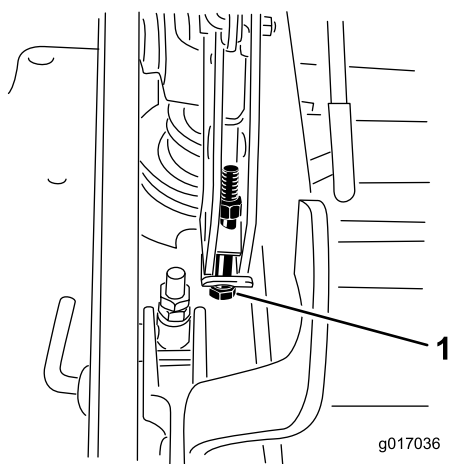

Figura 117
12. Se a plataforma estiver demasiado baixa, aperte o parafuso de ponto único de ajuste rodando-o no sentido dos ponteiros do relógio. Se a plataforma estiver demasiado alta, desaperte o parafuso de ponto único de ajuste rodando-o no sentido contrário ao dos ponteiros do relógio (Figura 117).